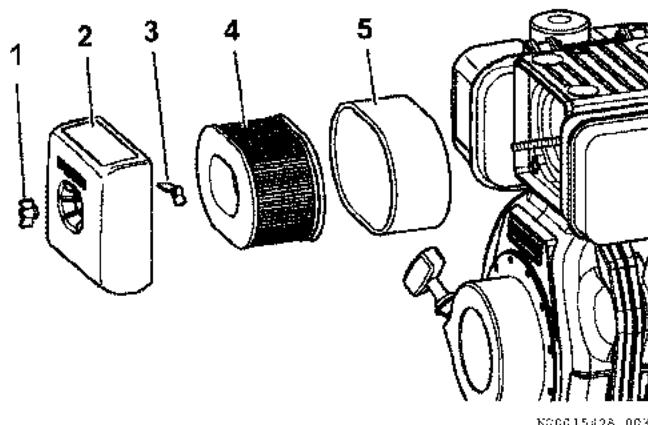

Рисунок 28
1. Открутите и удалите гайку – барашек (Рисунок 28, (1)).
2. Снимите крышку воздушного фильтра (Рисунок 28, (2)).
3. Открутите и удалите гайку – барашек (Рисунок 28, (3)).
4. Удалите внутренний фильтрующий элемент воздушного фильтра (Рисунок 28, (4)) и внешний фильтрующий элемент (Рисунок 28, (5)).
8. Вычистите внутреннюю поверхность воздушного фильтра (Рисунок 28, (2)).
9. Повторно установите фильтрующий элемент (Рисунок 28, (4)) в корпус воздушного фильтра.
10. Наденьте внешний фильтрующий элемент (Рисунок 28, (5)) на внутренний фильтрующий элемент (Рисунок 28, (4)).
11. Установите гайку – барашек на место (Рисунок 28, (3)) и закрутите её рукой. Слишком сильная затяжка гайки – барашка может повредить сборку воздушного фильтра.
12. Поставьте на место крышку воздушного фильтра (Рисунок 28, (2)).
13. Установите гайку – барашек на место (Рисунок 28, (1)) и закрутите её рукой. Слишком сильная затяжка гайки – барашка может повредить сборку воздушного фильтра.